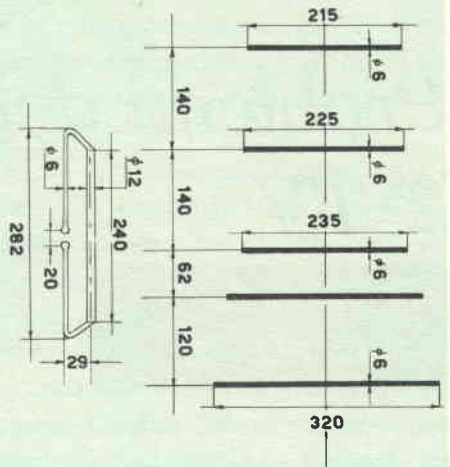

Fig. 3
tengono quando la loro lunghezza è circa 1,65 volte la lunghezza degli spezzoni (A). Nella fig. 3 sono indicate le dimensioni costruttive. ★